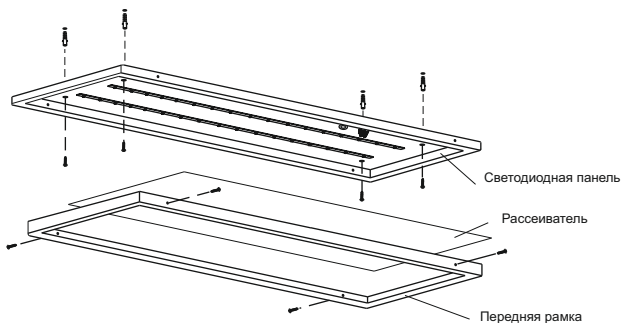

Рисунок 1
4.9 Накладной монтаж светодиодной панели осуществляется непосредственно на поверхность потолка с креплением светильника через отверстия в корпусе (рисунок 1). Крепёж для накладного способа монтажа в комплекте не поставляется.